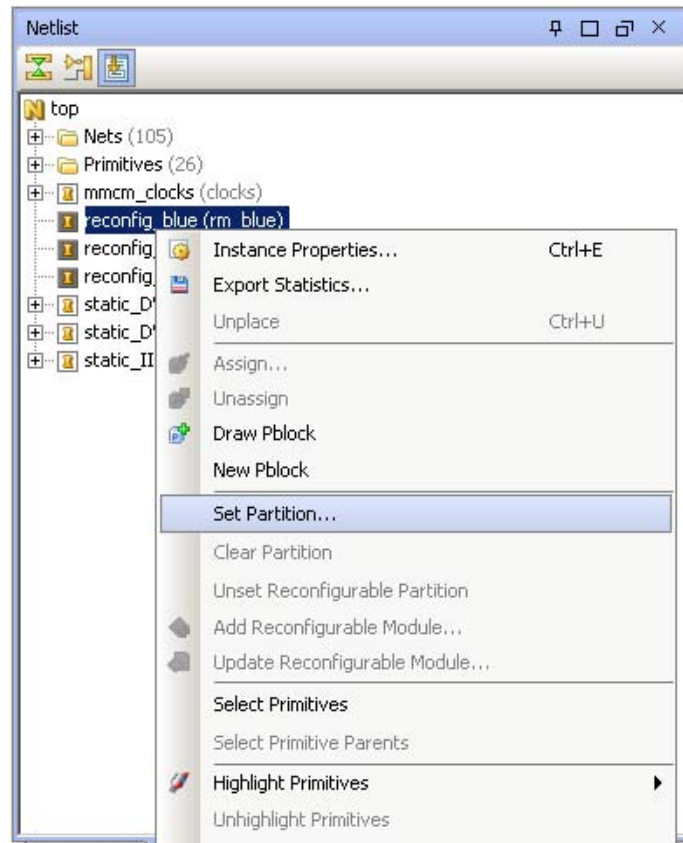

図 4-6 : パーティションをリコンフィギャブルとして設定
1. 図 4-6 に示すように [Set Partition] をクリックします。